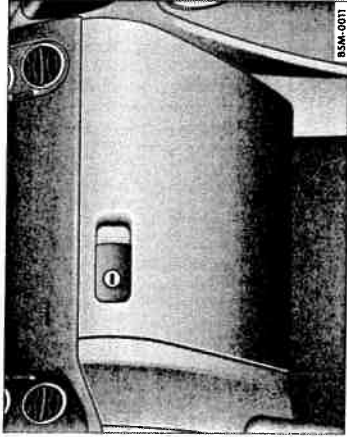

Fig. 75 Pe partea pasagerului din dreapta: Spațiu de depozitare.
- Pentru deschiderea compartimentului de depozitare, trageți mânerul ⇒ fig. 75. Compartimentul este încuiat, când fanta cheii se află în poziție orizontală.